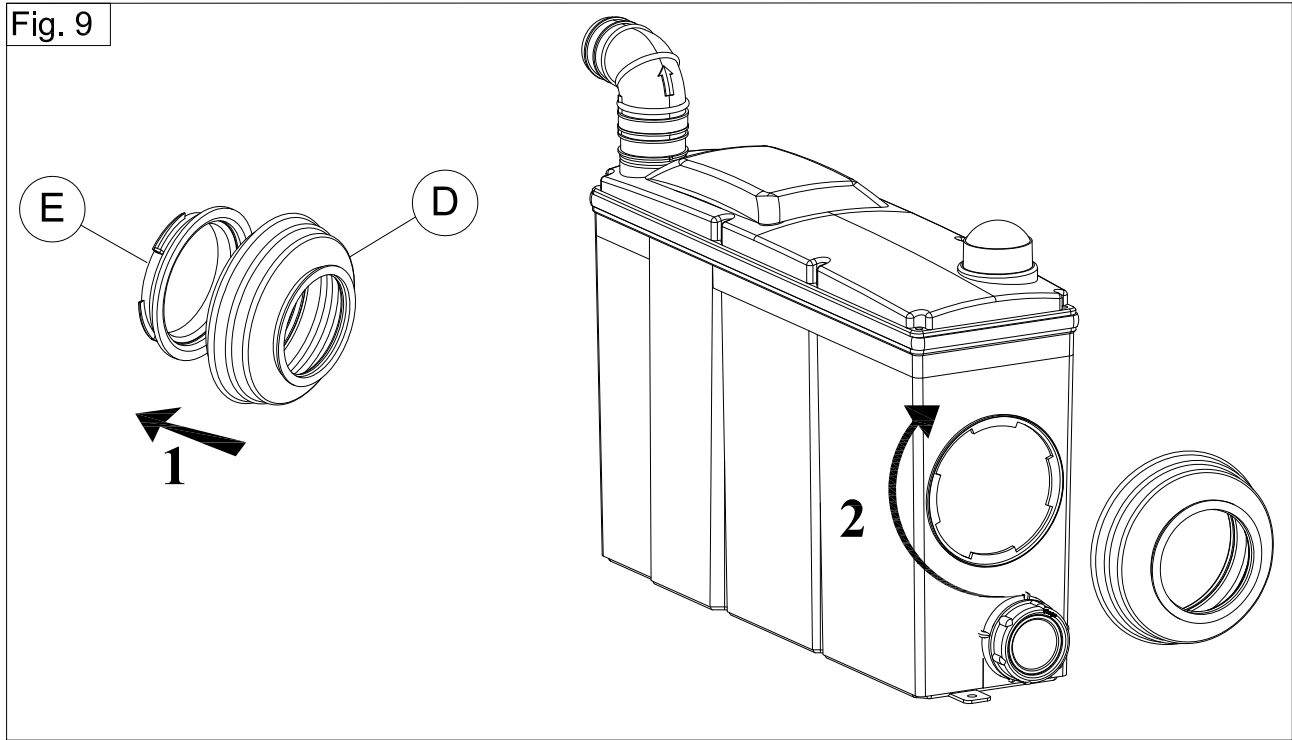

Fig. 10
- Fixer les pattes (F), avec les vis (G) dans l'appareil. fig.10.